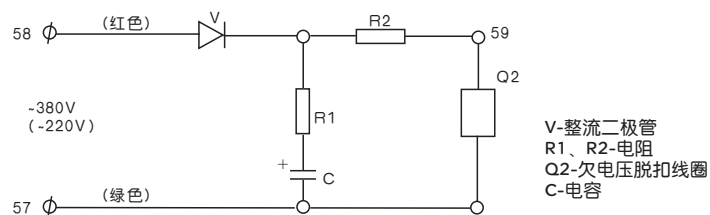

图9 欠电压延时脱扣器原理图
- 欠电压延时脱扣器它采用阻容放电原理(见图9)，由电阻、电容、硅二极管组成半波整流，当网络电压为正常值时(85%-110%) U_e ，经过整流后电源一方面对电容C充电，另一方面给欠电压线圈正常吸合电压，当电源电压为70% U_e -35% U_e 时，电容C对线圈放电，使欠电压线圈在给定的时间内吸合，以保证欠电压脱扣器延时时将断路器断开。这种欠电压延时脱扣器为不可调试。